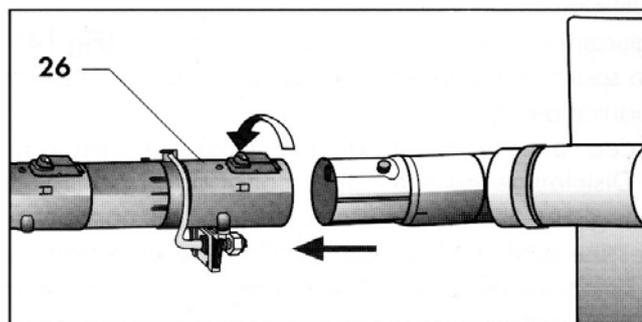

Fig. 18
- inserire la parte terminale femmina del nebulizzatore nella parte terminale della spazzola, premendo il tasto rosso per il bloccaggio (**Fig. 18**).